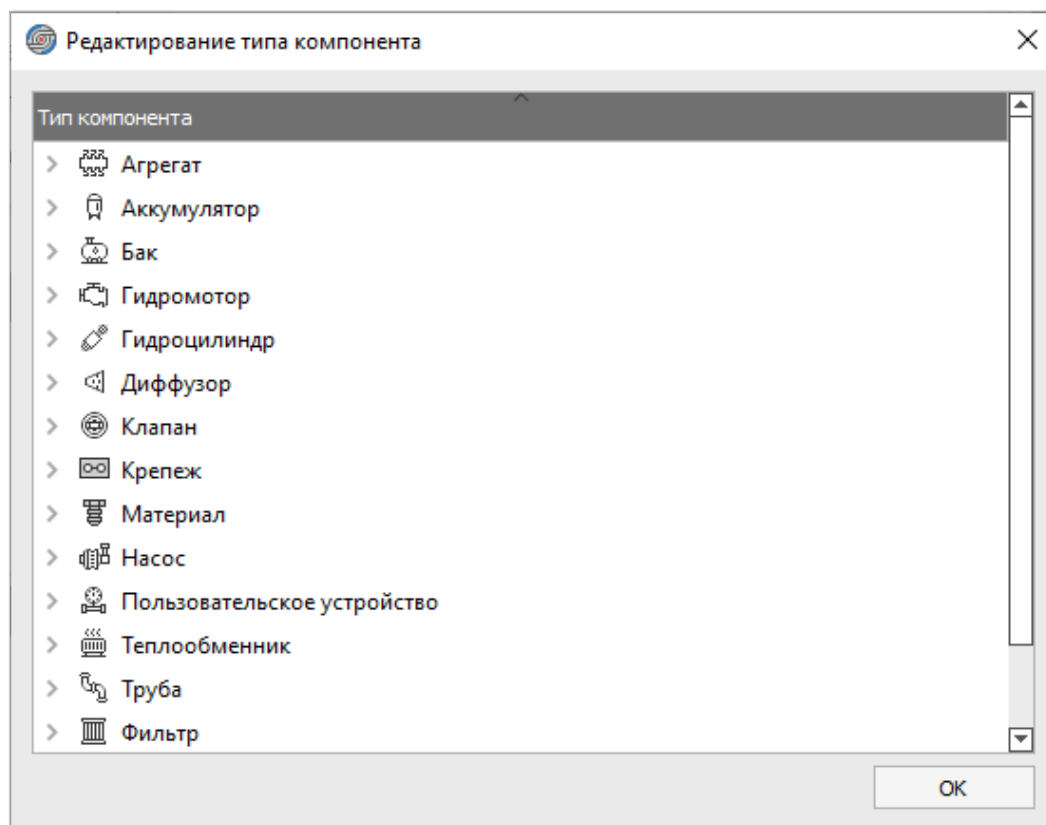

Рисунок 35. Окно «Редактирование типа компонента»
- «Редактировать тип компонента» — позволяет открыть окно для создания типов компонентов и редактирования их свойств (см. рисунок 35);